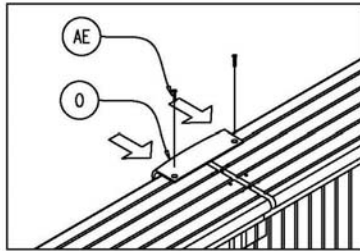
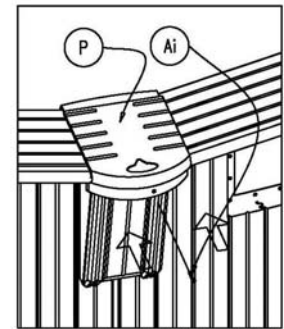

Figure 13.1
Figure 13.3
Insérez délicatement la partie arrière du joint de margelle (O) et fixez-le avec des vis (AE) (Figure 13.1 et 13.2). Insérez par la suite la partie avant (P) et fixez-la avec une vis (Ai) (Figure 13.3).